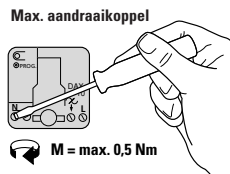

Figuur 1.
- Indien fase en nul omgekeerd op de module worden aangesloten, komt er 230 V op één van de potentiaal vrije aansluitdraden van de module! Verzekert u ervan dat de fase en nul op de juiste manier zijn aangesloten voor uw en anderen veiligheid (zie figuur 1).